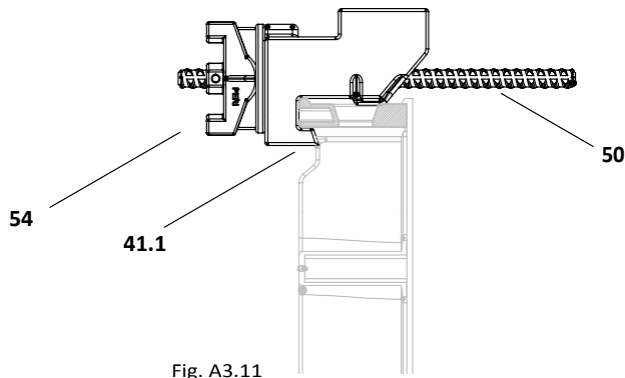

Fig. A3.11
2. Вкарайте шпилката (50) през рамковия държач.
3. Затегнете шпилката с крилчатата гайка DW 15 (54). (Fig. A3.11)